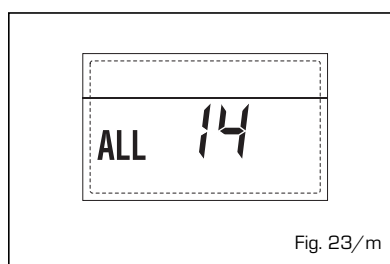

Fig. 23/m
- **ANOMALIA DEL VENTILATORE "ALL 15"** (fig. 23/n)